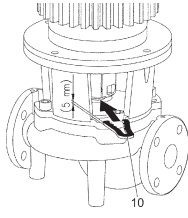

Fig. 13: Montaj çatalının yerleştirilmesi
10. Montaj çatalı (Fig. 13, Poz. 10), braket ile kaplin arasına itilmelidir. Montaj çatalı boşluksuz bir şekilde yerleşmelidir.
13. Montaj çatalı (Fig. 13, Poz. 10), braket ile kaplin arasına itilmelidir. Montaj çatalı boşluksuz bir şekilde yerleşmelidir.